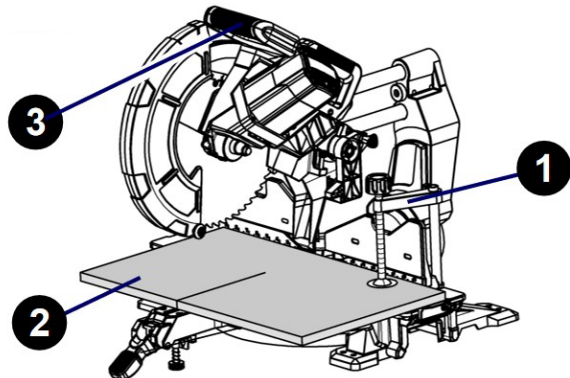

Abb. 15: Sägen von breiten Platten
Schritt 3: Sichern Sie das Werkstück (Pos. 2, Abb. 15) mit einer Werkstückklemme (Pos. 1, Abb. 15).
Schritt 4: Ergreifen Sie den Schalthebel (Pos. 3, Abb. 15) und ziehen Sie ihn nach vorne, bis sich die Mitte des Sägeblatts über der Vorderseite des Werkstücks befindet.